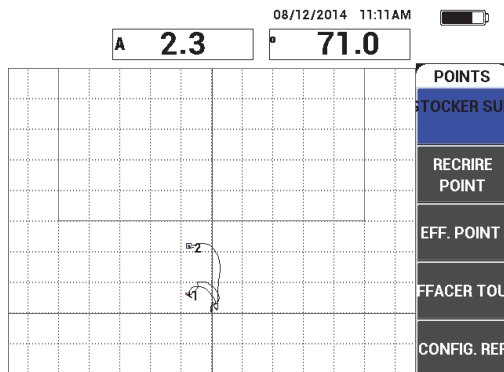

Figure 6-41 Deuxième point enregistré
- Déplacez lentement la sonde au-dessus du deuxième décollement, et puis appuyez sur **STOCKER SUIVANT** (touche A) pour enregistrer le deuxième point (voir la Figure 6-41 à la page 164).